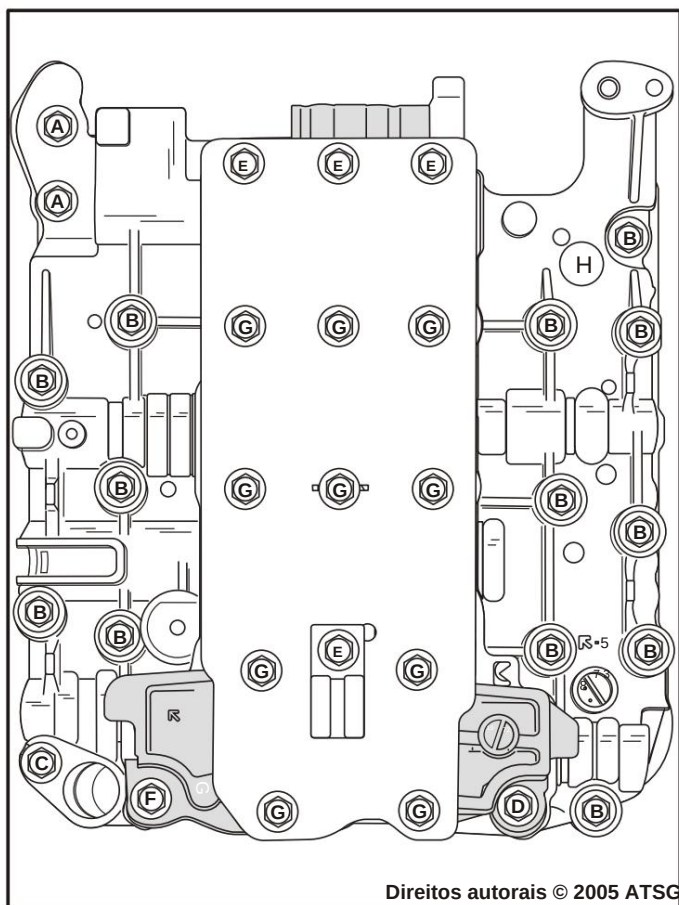

Figura 29
7. Remova os parafusos de montagem do corpo da válvula na caixa conforme mostrado na Figura 29.
Nota: Remova todos os parafusos do corpo da válvula, "Exceto" os parafusos que rotulamos com "E", conforme mostrado na Figura 29. Os parafusos marcados com "E" são os parafusos do corpo do solenóide aos parafusos do corpo da válvula principal.